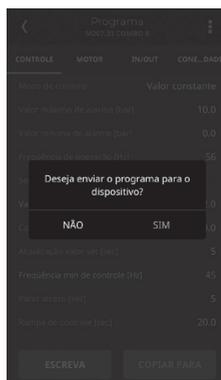

Figura 13 - Tela de Confirmação
12. Ao pressionar a tecla ESCREVA, aparecerá uma mensagem para confirmação. Clique em SIM para prosseguir, conforme Figura 13.